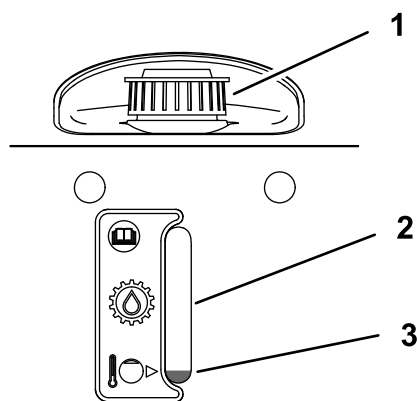

Figura 44
4. Use la mirilla para comprobar el nivel de fluido del tanque de expansión (Figura 44).
13. Añada fluido hidráulico al depósito de expansión hasta que llegue a la línea de fluido (Figura 44).